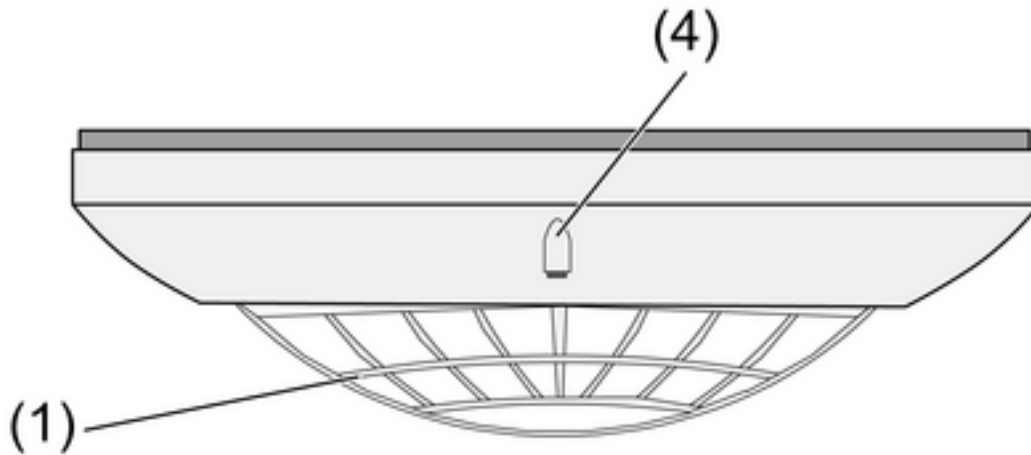

Bild 11
- Um den Lichtregelungstest-Modus zu aktivieren, Taste (4) mindestens 1 Sekunde betätigen (Bild 11).
- Um den Gehtest-Modus zu aktivieren, Taste (4) kürzer als 1 Sekunde betätigen (Bild 11).